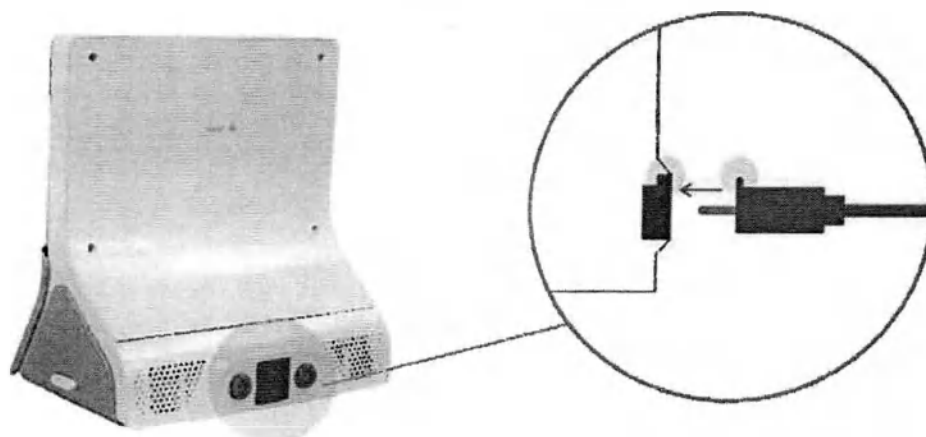

Рисунок 23 – Схема подключения шнура питания к основному блоку системы Hyzer Me
- Подключите шнур питания (сетевой соединитель) в разъем для подключения шнура питания на задней панели основного блока (рисунок 23).